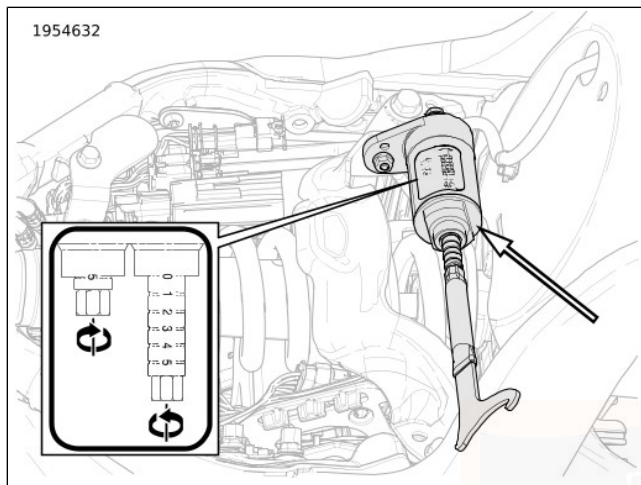

Abbildung 11. Vorspannungseinstellungsschraube
3. **Hydraulik unter dem Sitz:** Siehe Abbildung 11.